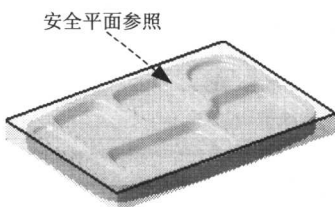

图 1.16 参照平面
(1) 单击“Part Operation”对话框中的按钮。
(2) 选择参照面。在图形区选取如图 1.16 所示的平面为安全平面参照，系统创建一个平面。